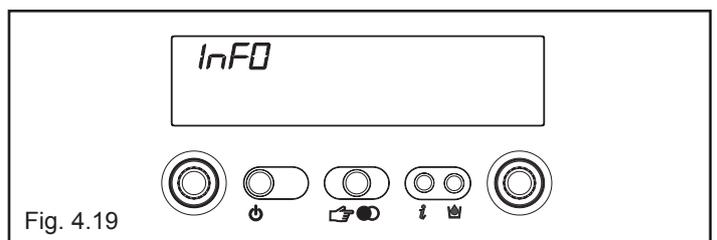

Fig. 4.19
Premendo il tasto  il display si spegne e appare solo la scritta InFO (fig. 4.19)
- 0 visualizza la scritta InFO (fig. 4.19)